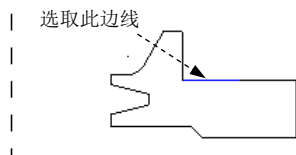
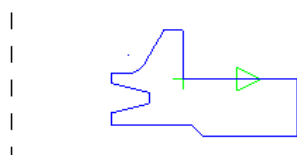

图 7.2.22 选取边线
图 7.2.23 选取方向
Step3. 定义外形轮廓。选取图 7.2.22 所示的边线，此时系统会自动为所选取的图素添加方向，如图 7.2.23 所示；单击 ☒ 按钮完成旋转轮廓的定义。